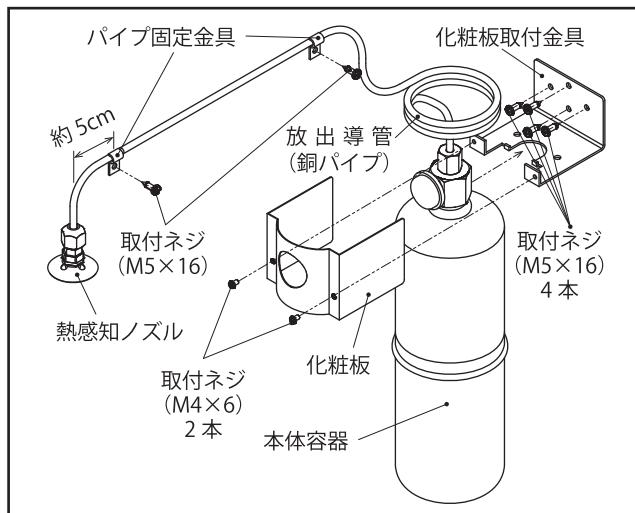

図7
#### ① 本体容器を取り付ける（図7）
#### ② 銅パイプ・熱感知ノズルを固定する（図7）